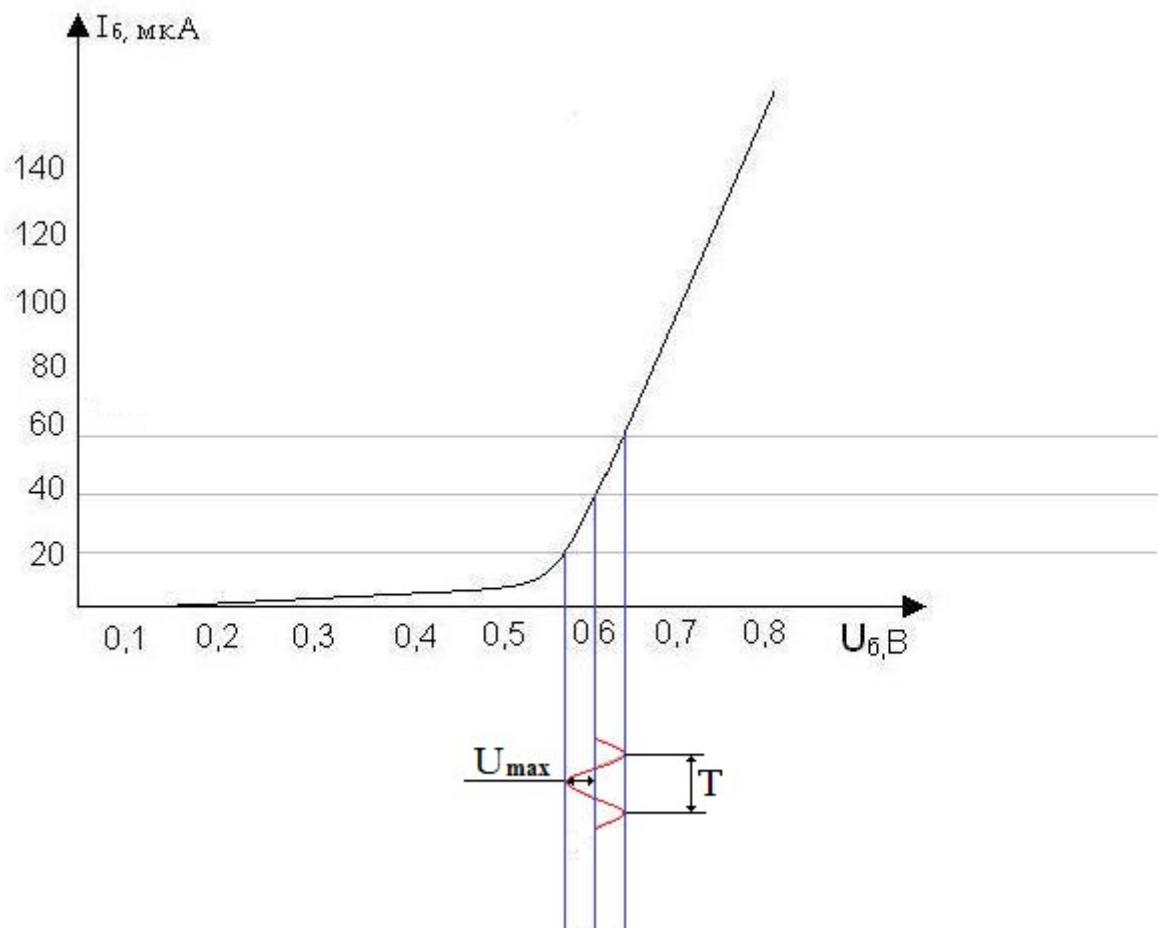

Рисунок 1-Статическая входная вольт-амперная характеристика транзистора
1. На статической входной ВАХ для транзистора КТ315А определить: I_b и $U_{r.t.}=0,6\text{В}$, для $U_{mBX}=50\text{мВ}$, $T=1/1000\text{Гц}$. Рисунок 1.